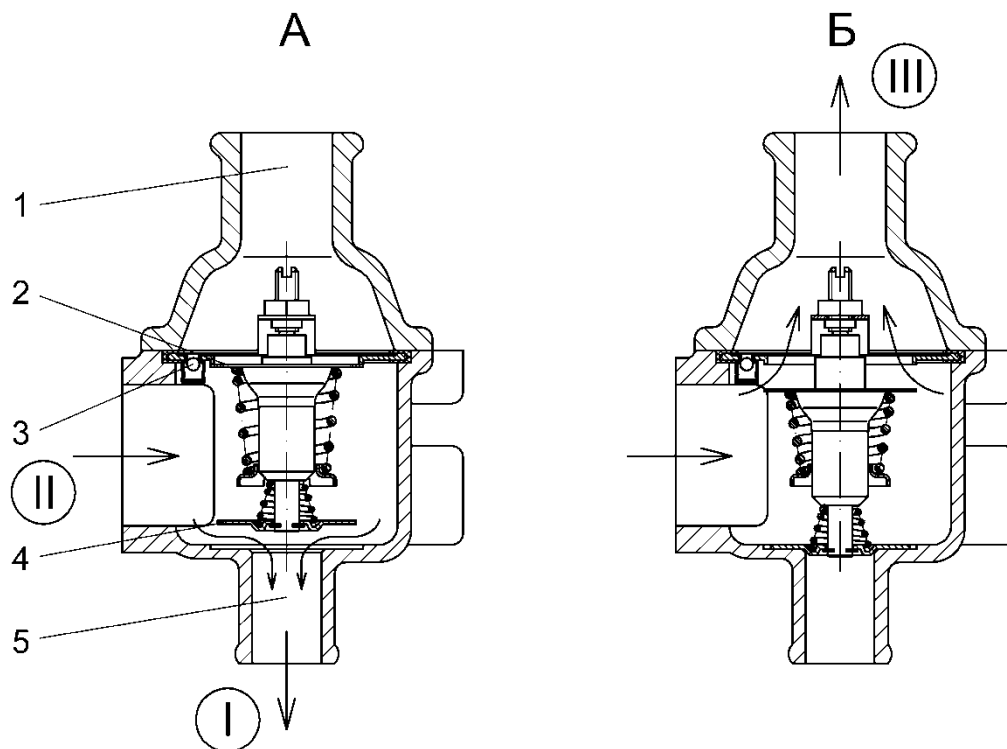

Рис.37. Схема работы термостата:
**Термостат** (рис.37) – с твёрдым наполнителем, двухклапанный, с автоматическим дренажным клапаном. Термостат расположен в алюминиевом корпусе, установленном на выходном отверстии рубашки охлаждения головки цилиндров, и соединен шлангами с водяным насосом, радиатором и расширительным бачком.